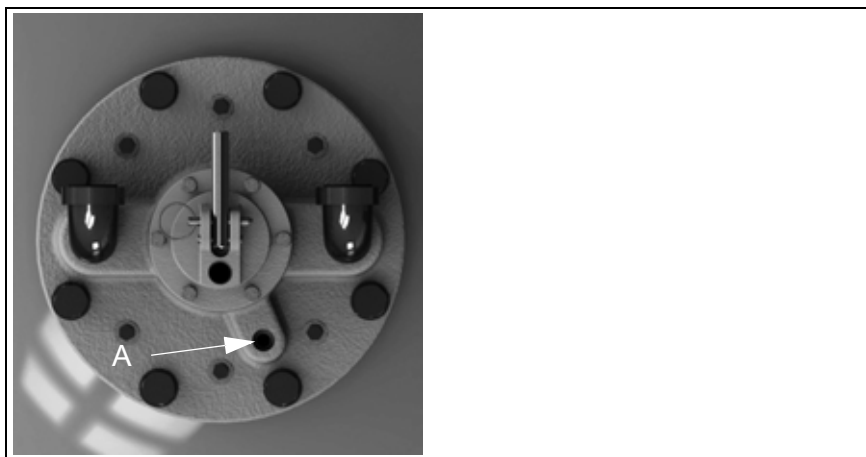

Fig. 8: Conexión del conducto de llenado a la válvula
5. Retirar el tornillo de cabeza hexagonal empotrado de la conexión de llenado de la válvula (véase fig. 8).
- Atornillar el conducto de llenado externo con la boquilla para llenar (A fig. 8) del sombrerete de la válvula.